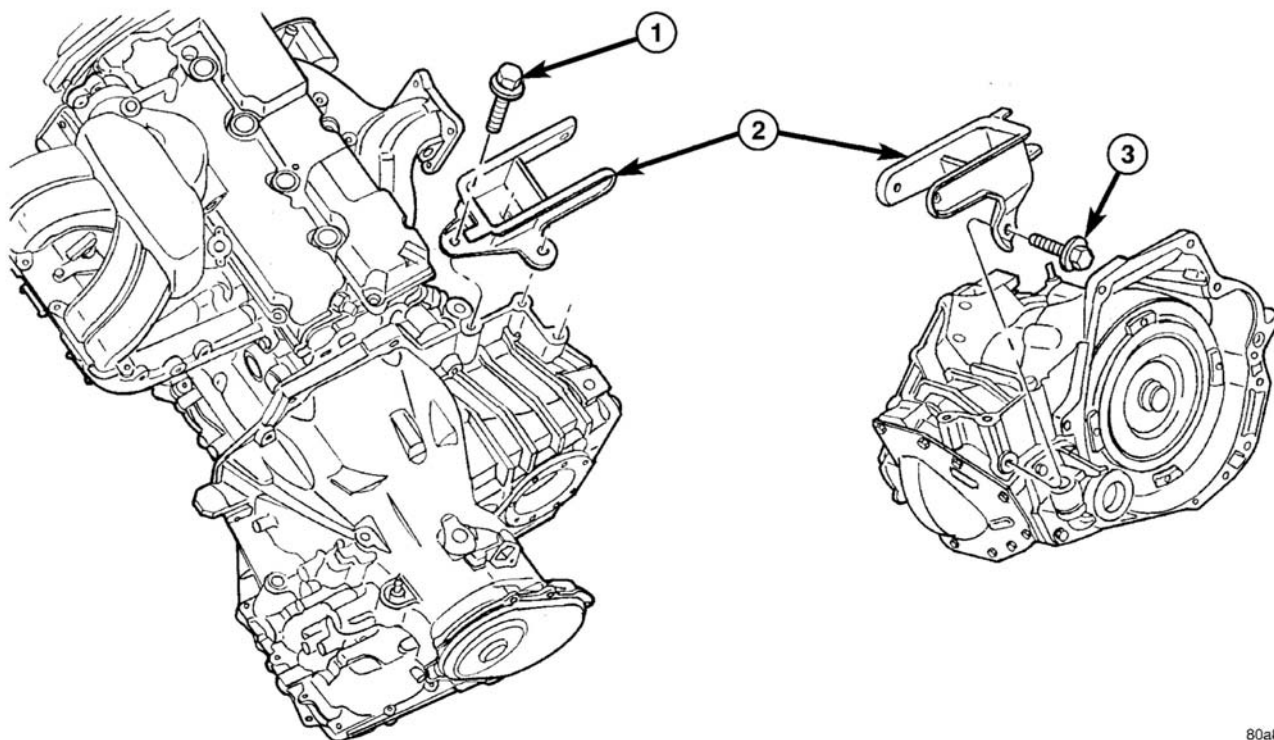
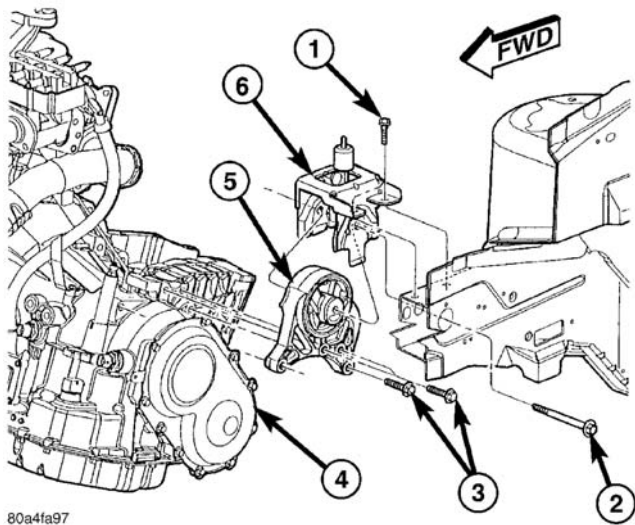

图 13 后安装支架-典型
图 14 左支座与支架
（12）拆下后安装支架与变速驱动桥壳的连接螺栓（图 13）。
(18) AWD（全轮驱动）车型：拆下动力分配装置（参见 21-变速器-变速驱动桥-动力分配装置-拆卸）
(19) 拆下后支座支架与变速驱动桥壳体连接的下（水平）螺栓（图 13）。
(20) 拆下前支座/支架总成。
(21) 拆下起动机。
(22) 拆下横向弯曲拉杆
(23) 拆下检查盖。
(24) 拆下变矩器与驱动板连接螺栓。
(25) 用螺旋千斤顶和木块在发动机油盘处支撑发动机/变速驱动桥总成。
(26) 拆下部份左车轮罩防溅板，以便接近和拆下上支座止推螺栓（图 14）。
(27) 用螺旋千斤顶落发动机/变速驱动桥总成。
(28) 需要助手和/或变速器千斤顶，将变速器千斤顶可靠地支撑变速驱动桥总成。
(29) 从变速驱动桥上拆下上支座支架（图 14）。
(30) 拆下变速驱动桥钟形壳与发动机的连接螺栓。
(31) 从车上拆下变速驱动桥总成。